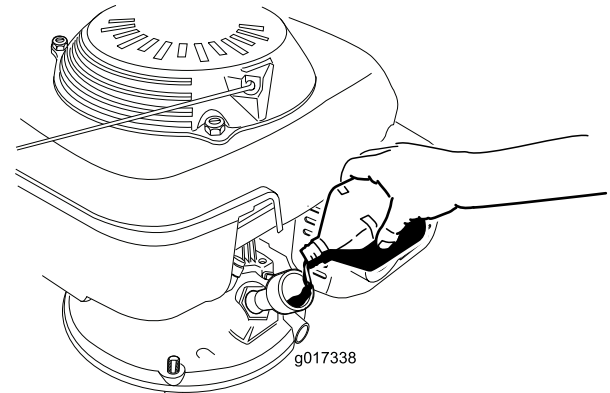

图8
3. **慢慢**将机油倒入注油孔、等待 3 分钟、将量油尺擦干后插入注油孔**不是**拧入加油盖 (图8)、检查量油尺上的机油油位。